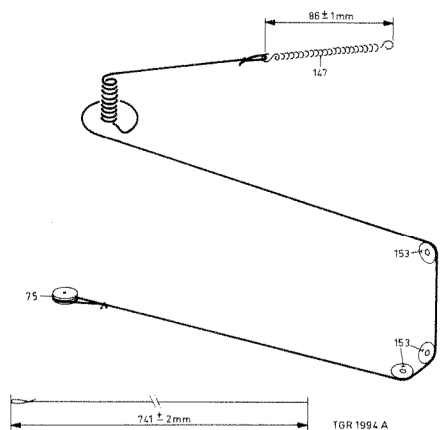

Fig. 24
- Sled pos.150 moet zodanig bevestigd worden, dat deze bij het uitwerpen van de weergegeven cassette de koordrol pos.153 niet raakt.
- De lengte van veer pos.147 moet in deze toestand 86 ± 1 mm bedragen (zie fig.24). Dit is in te stellen door de wikkelderhouding van koord pos.509 op poelie pos.137 iets te wijzigen.